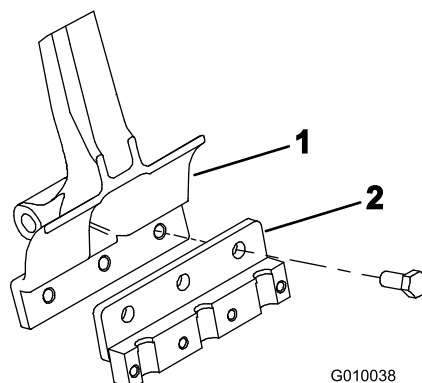

Figura 22
3. Montați un suport pentru dini pe fiecare braț pentru dini (Figura 22) cu 3 uruburi ($\frac{1}{2} \times 1\frac{1}{4}$ "). Strângeți uruburile la un cuplu de 101,6 N·m.